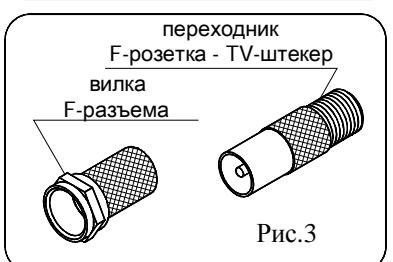

Рис.3
**Вилка F-разъема и переходник F-розетка – TV-штекер (рис.3)**